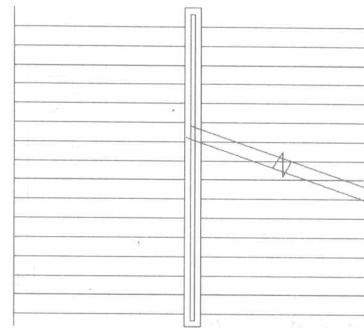
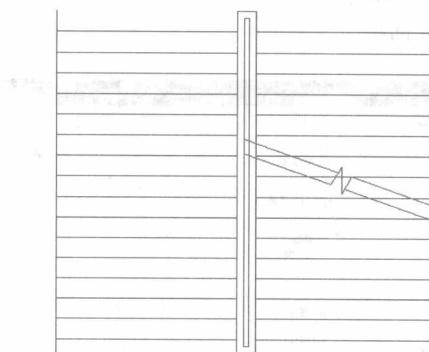

图 1-21 绘制直线
图 1-22 修剪直线
(6) 单击“绘图”工具栏中的“直线”命令按钮 L ，根据命令行的提示，绘制两条垂直直线和斜线，最终得到如图 1-21 所示的图形效果。
(7) 单击“修改”工具栏中的“修剪”命令按钮 F ，根据命令行的提示，将图 1-21 中多余的直线修剪，最终得到如图 1-22 所示的图形效果。